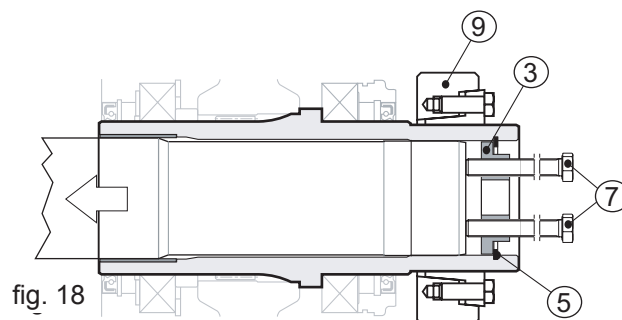

fig. 18
Inserir dois parafusos nos dois furos rosqueados presentes na placa de retenção (pos. 3) (pos. 7) e aparafusá-los até que se apoiem no eixo da máquina (pos. 1) e, em seguida, continuar a apertá-los de modo alternado, dando no máximo uma volta a cada vez (ver a fig. 18).